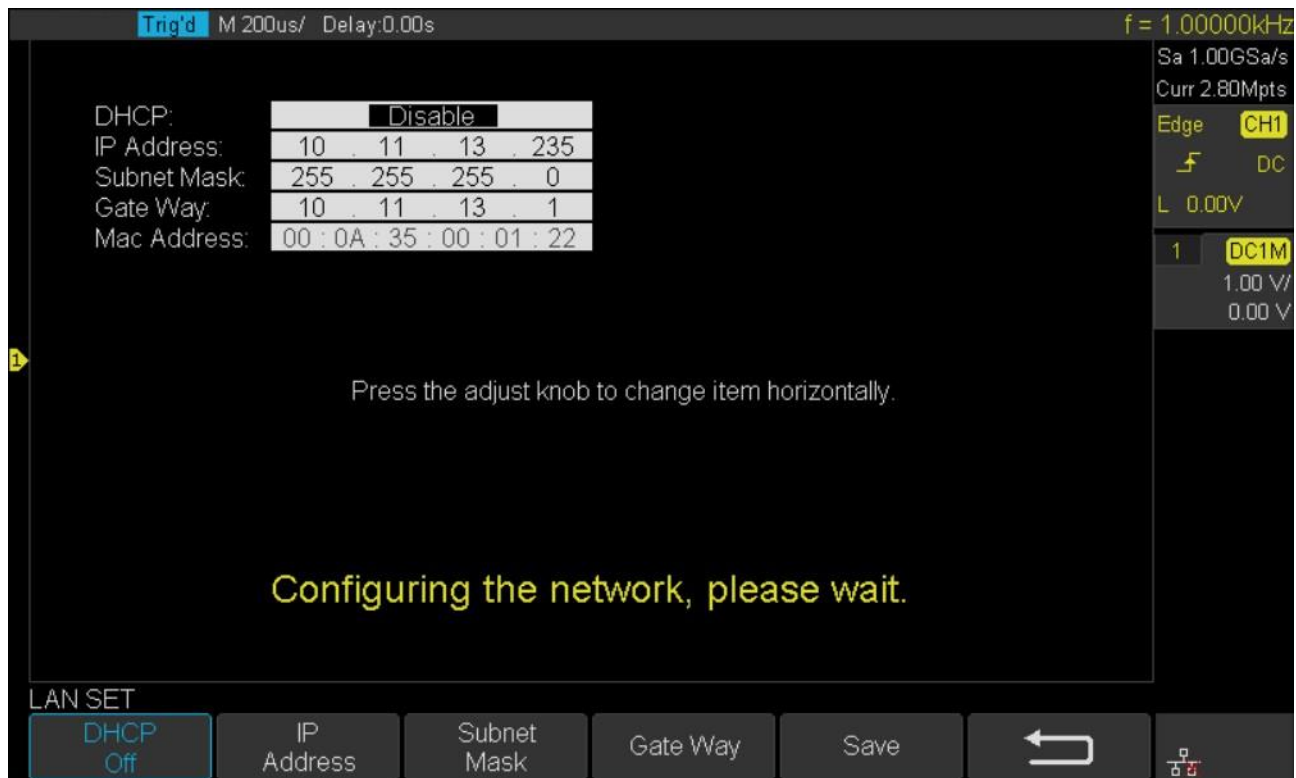

Figure 14.4 Adressage IP
5. Appuyer sur la touche de fonction **IP Set** pour entrer dans l'interface de réglage IP, voir figure 14.4.